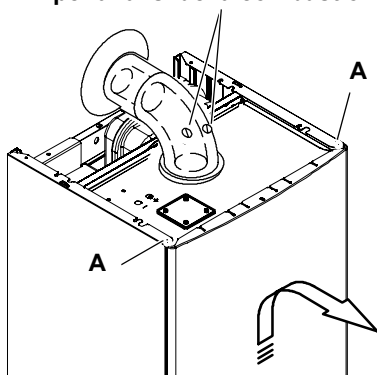

Figura 9.1 Vista frontale.
- 1 Togliere le viti "A". Rimuovere il pannello frontale spostandolo verso l'alto in modo da liberarlo dai ganci inferiori in **Figura 9.1**